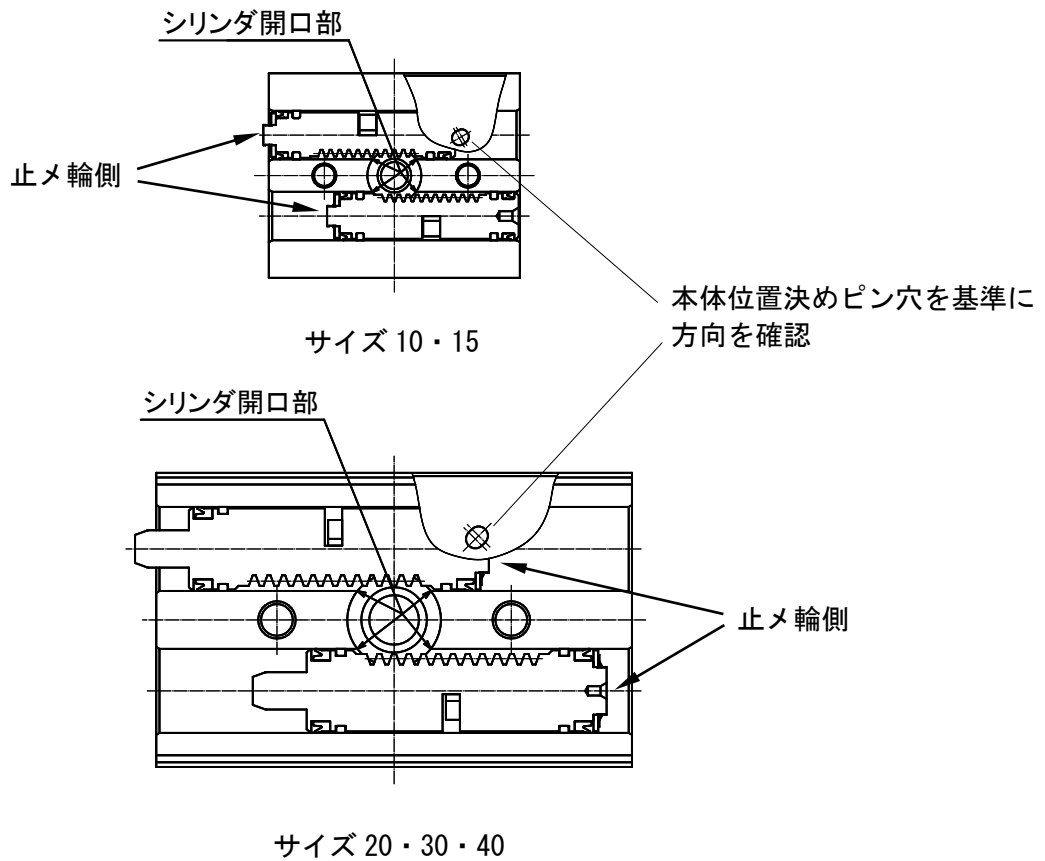

図 19
- (2) ピストン Ass'y を本体に挿入する。このとき、ピストンパッキンはシリンダの開口部を通過するので、パッキンにキズを付けないようパッキンを内側へ押え込みながらゆっくり行う。ピストンを挿入する際、方向性があるので気を付けること。(図 19 参照)